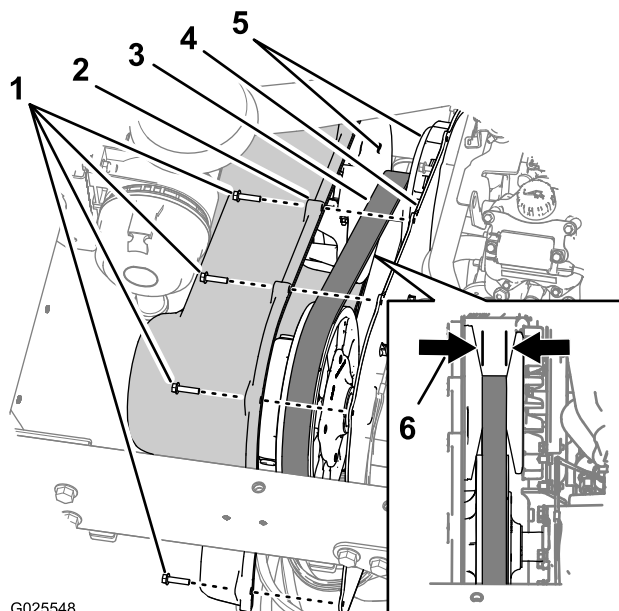

Bild 73
- Entfernen Sie die neun Kopfschrauben (1/4" x 1"), mit denen die Getriebeabdeckung an der Befestigungsplatte des Getriebes befestigt ist (Bild 73).
- Schieben Sie die Abdeckung nach vorne, bis der Treibriemen sichtbar ist (Bild 73).
- Prüfen Sie die abgeschrägten Vorderseiten der Hauptkupplung auf Zeichen von Beschädigung (Bild 73).
- Prüfen Sie den Treibriemen auf fehlende oder beschädigte Zähne (Bild 73).
- Messen Sie die Breite des Riemen und notieren Sie den Wert (Bild 73).
Hinweis: Wenn die Breite des Treibriemens 29,5 mm oder weniger ist, tauschen Sie ihn aus (Bild 73).
- Fluchten Sie die Löcher in der Getriebeabdeckung mit den Löchern in der Befestigungsplatte aus (Bild 73).
- Befestigen Sie die Abdeckung mit den neun in Schritt 1 entfernten Kopfschrauben (1/4" x 1") an der Befestigungsplatte (Bild 73) und ziehen Sie die Schrauben bis auf 10,2–12,4 N m an.